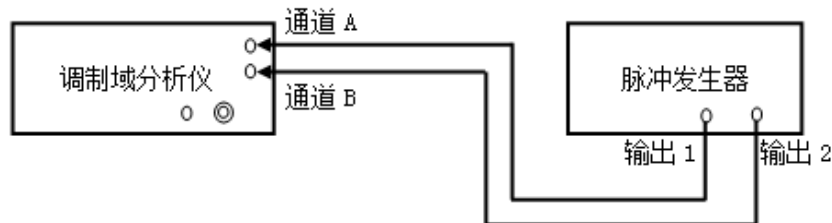

图 8.3 连接示意图 3
- a) 如图 8.3 所示连接测试仪器，将脉冲发生器输出连接到调制域分析仪通道 A 或通道 B；
- a) 如图 8.3 所示连接测试仪器, 将脉冲发生器输出连接到调制域分析仪通道 A 或通道 B;
- a) 如图 8.3 所示连接测试仪器，将脉冲发生器输出连接到调制域分析仪通道 A 或通道 B；脉冲发生器锁相；